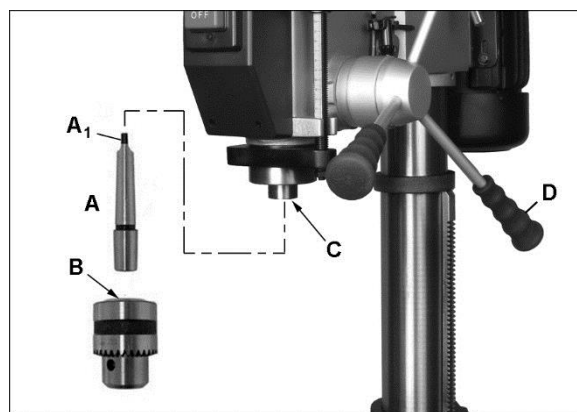

Figure 6-2 : Montage du mandrin et de l'arbre
1. Monter les 3 poignées d'avance sur le moyeu (D, Figure 6-2).
1. Nettoyer minutieusement l'arbre (A, Figure 6-2), le mandrin (B) et la broche (C). Toute trace de graisse ou tout résidu dans ces zones peut favoriser une séparation des pièces, constituer un risque pour la sécurité et entraîner une dégradation de l'outil.